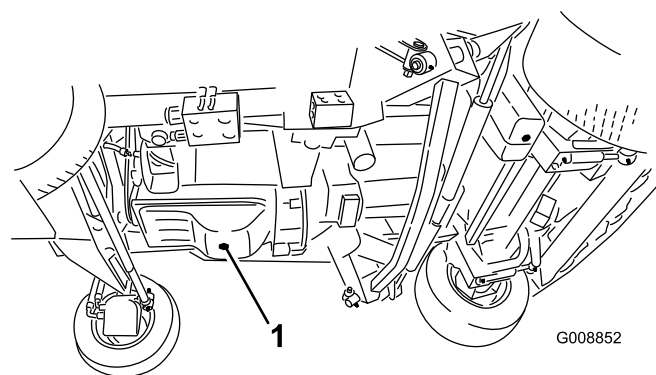

Figure 58
1. Retirez le bouchon de vidange (Figure 58) et laissez couler l'huile dans un bac de vidange. Remettez le bouchon quand la vidange est terminée.